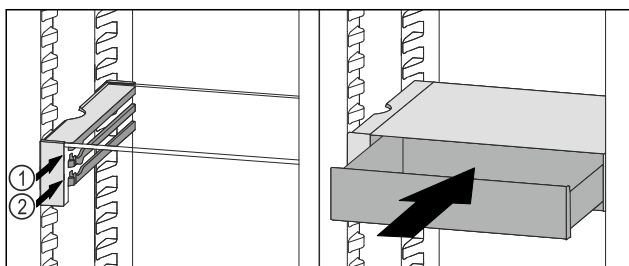

Fig. 201
- ▶ Nasaďte zásuvku VarioSafe za zarážky na požadovaném žebře Fig. 201 (1) nebo Fig. 201 (2).